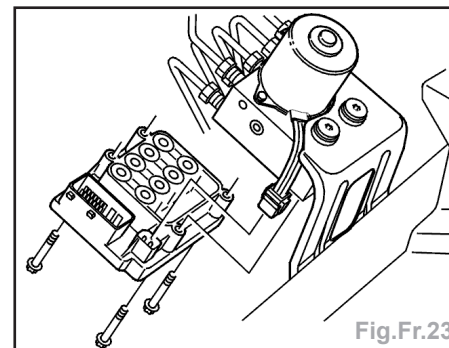

Fig.Fr.23
- les 4 vis avec une douille Torx de **6 mm** de longueur (Fig.Fr.23).